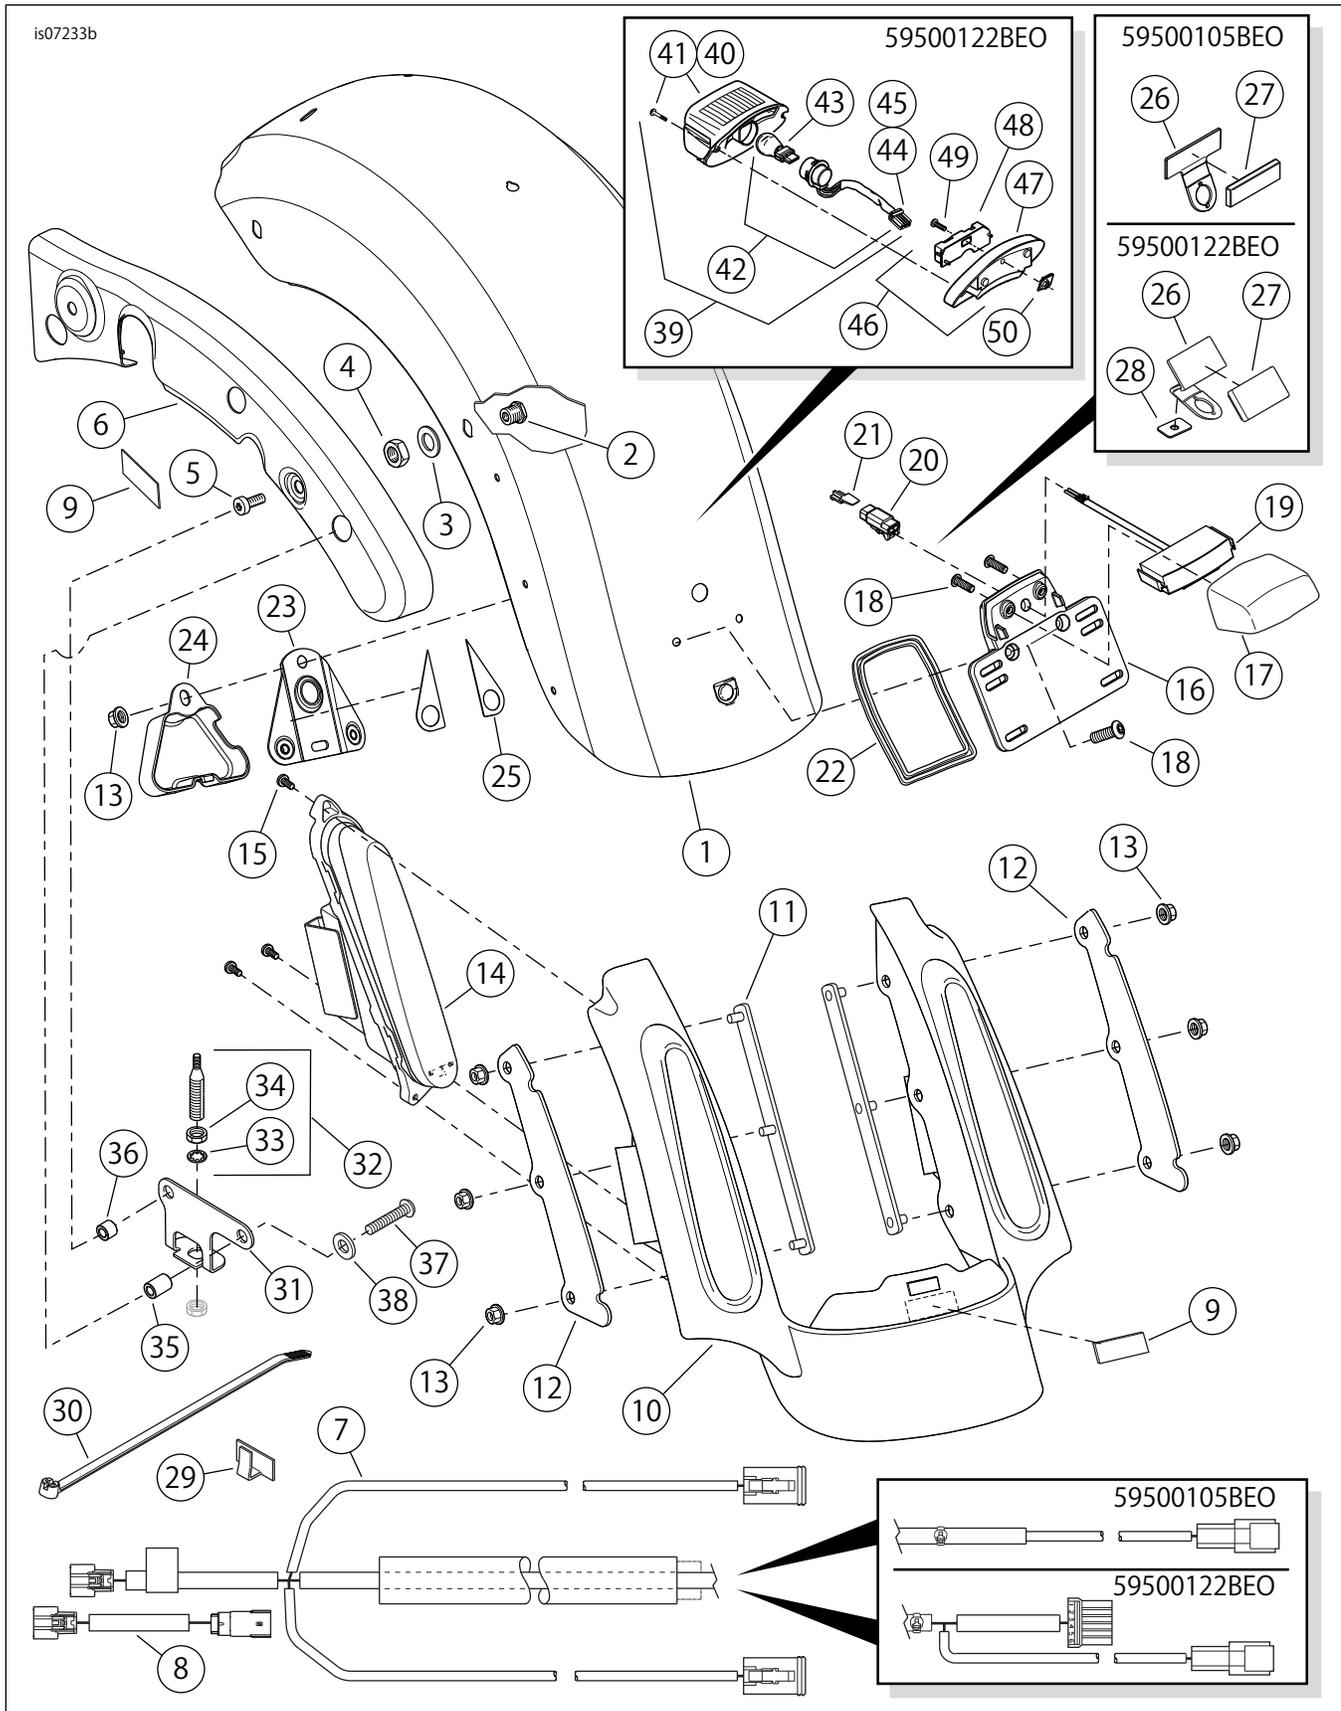

図6。交換用パーツ、FLTouringCVOスタイルリアフェンダーキット
2. 図6を参照してください。キットから5/16-18 x 25.4 mm(1 in)のフェンダーマウントスクリュー(5)を4本取り出します。スクリューをリアフレームレールから、各側の最も後方にあるフェンダーマウントボスに軽く取り付けます。
9. FLHTCU/SEモデル：先ほど取り外したクロームフェンダーサポートカバーを取り付けます。FLHTCU/SEを除く全モデル：図6を参照してください。キットに入っている塗装仕上げ済みのフェンダーサポートカバー(6)を取り付けます。